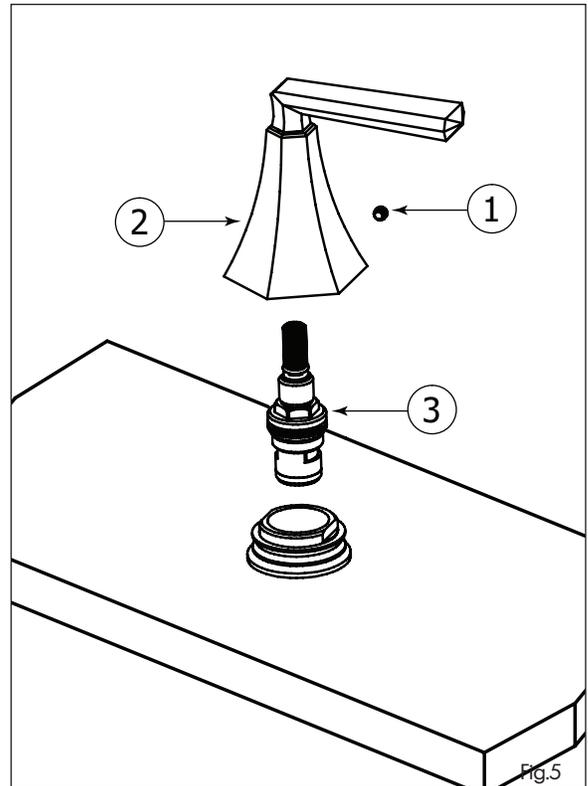

Fig.5
(Fig. 5)
Premièrement, couper l'alimentation d'eau et ouvrir le robinet pour le vider. Pour remplacer la cartouche (3), enlever la poignée (2) et la vis de retenue (1). Remplacer la cartouche avec la nouvelle et puis inverser les étapes pour le réassemblage (Fig. 5).